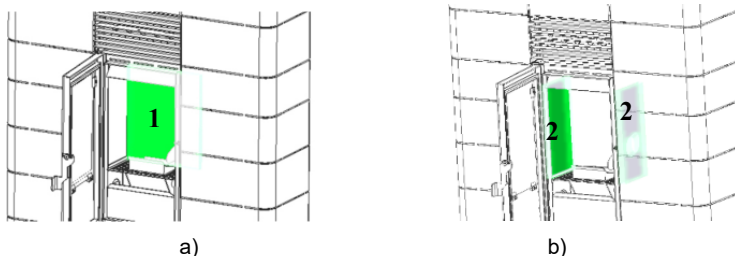

Figura 124 - Retirada de las piezas de vermiculita
A continuación, quite las piezas de vermiculita. Para ello deberá desencajarlas de los apoyos que las sujetan (Figura 124). Para retirarlas es necesario seguir este orden, primero debe retirar la vermiculita posterior (1) y, solo después, las laterales (2).